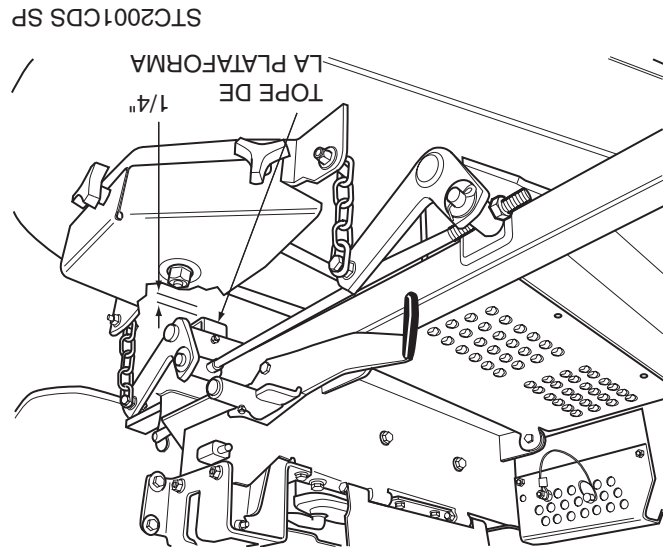

Figura 6-6. Tope de la plataforma de corte
2. Gire la varilla de control (Vea la Figura 6-6) hasta que haya un espacio de 1/4" entre el tope posterior de la plataforma y la parte superior de la plataforma de corte. (Vea la Figura 6-6). Apriete las contratuercas en la varilla de control.